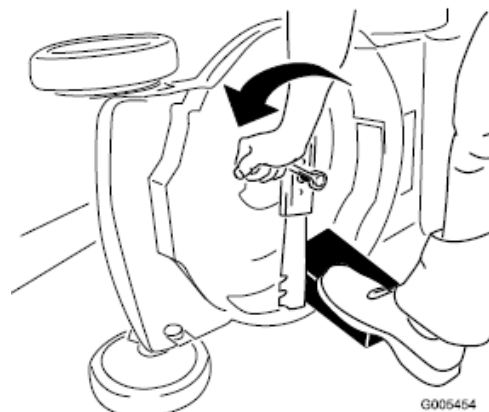

Figure 26
3. Przy pomocy drewnianego klocka zablokować możliwość obrotu noża (Fig. 26).
4. Zdemontować nóż , elementy mocowania zabezpieczyć przed zagubieniem (Fig.26).